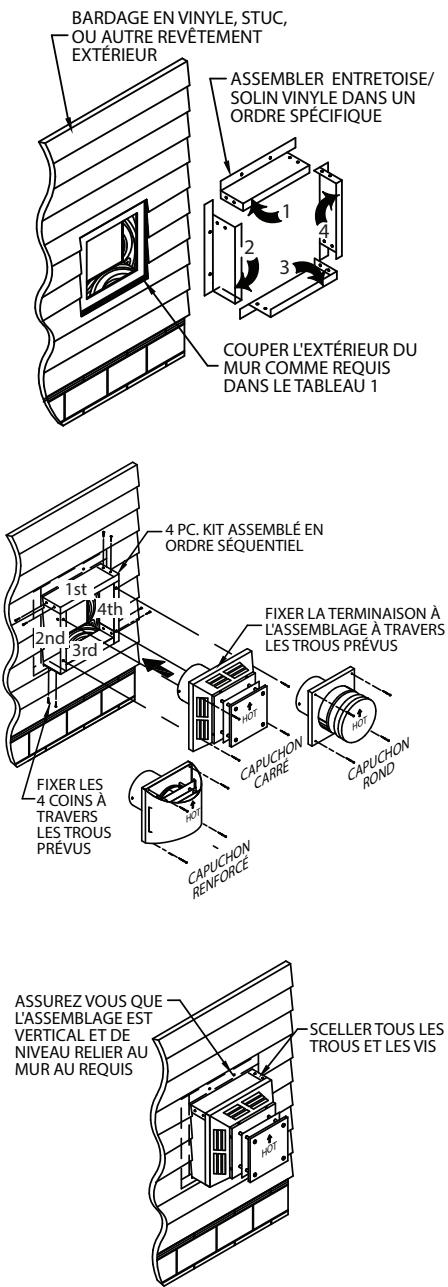

Figure 12
■ Assembler, sans les serrer, les quatre pièces, dans l'ordre, autour de l'ouverture dans le parement de vinyle. Poser la première des 4 pièces ;e long du bord supérieur de l'ouverture dans le parement de vinyle. En allant dans le sens antihoraire, poser le côté gauche, la pièce inférieure, puis le côté droit autour de l'ouverture dans le parement de vinyle. Se reporter à la **Figure 12.**
- Poser le chapeau horizontal contre l'entretoise. Aligner les trous du chapeau et ceux de l'entretoise et fixer à l'aide des (4) longues vis fournies avec le chapeau..
Centrer le contre-solin sur le mur autour de l'ouverture encadrée. Le fixer au mur à l'aide des vis fournies ou autre attache nécessaire selon le matériau du mur. Raccorder le chapeau horizontal au contre-solin en alignant les trous de l'un avec les trous de l'autre. Les fixer à l'aide des (4) longues vis fournies avec le chapeau. (*Fig. 12*).